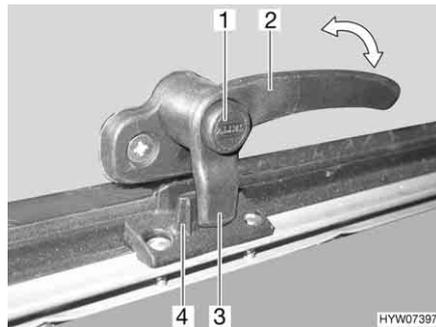
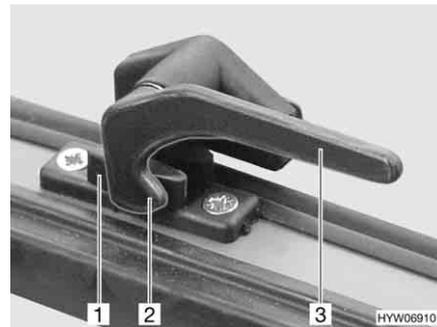

Bild 65 Verriegelungshebel mit Sicherungsknopf in Stellung "geschlossen"
Bild 66 Verriegelungshebel in Stellung "geschlossen"
- Wenn vorhanden, Sicherungsknopf (Bild 65,1) drücken und gedrückt halten.
- Den Verriegelungshebel (Bild 65,2 oder Bild 66,3) eine viertel Umdrehung zur Fenstermitte hin drehen.
- Den Verriegelungshebel (Bild 65,2 oder Bild 66,3) eine viertel Umdrehung zum Fensterrahmen hin drehen. Die Verriegelungsnase (Bild 65,3 oder Bild 66,2) am Verriegelungshebel liegt komplett auf der Innenseite der Fensterverriegelung (Bild 65,4 oder Bild 66,1).
- in Stellung "fest verschlossen" (Bild 65 und Bild 66)